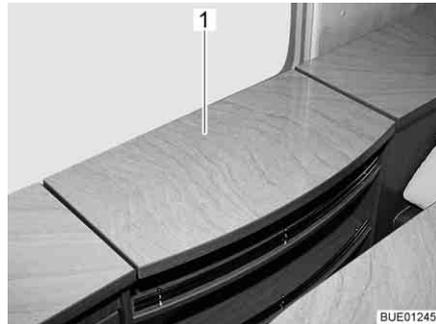
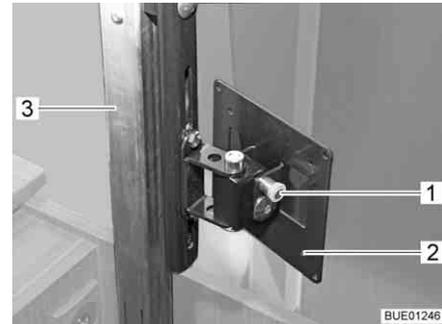

Bild 50 TV-Fach
Bild 51 Hubmechanismus
- Abdeckung (Bild 50,1) des TV-Fachs in der Mitte leicht nach unten drücken. Die Ausschubsäule (Bild 51,3) wird entriegelt und fährt nach oben.
- Entriegelungsknopf (Bild 51,1) ziehen und Halterung (Bild 51,2) mit Flachbildschirm in gewünschte Position schwenken.
- Flachbildschirm in die Ausgangslage zurückschwenken, bis Halterung (Bild 51,2) in die Verriegelung einrastet.
- Abdeckung (Bild 50,1) in der Mitte gegen den Widerstand der Ausschubsäule (Bild 51,3) nach unten drücken, bis die Verriegelung einrastet.